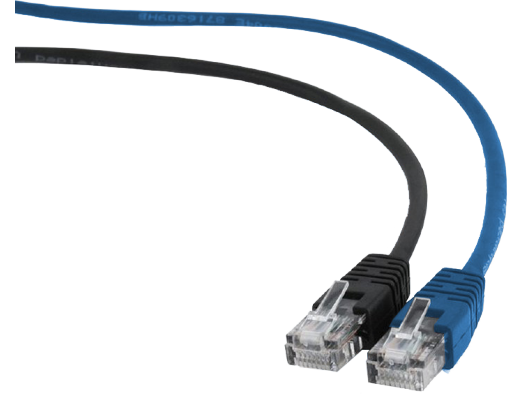

Figura 5
4. Cables de comunicación: Los cables de comunicación con los conectores tipo RJ45 (Figura 5) permiten el constante intercambio de informaciones entre los módulos de potencia y control.